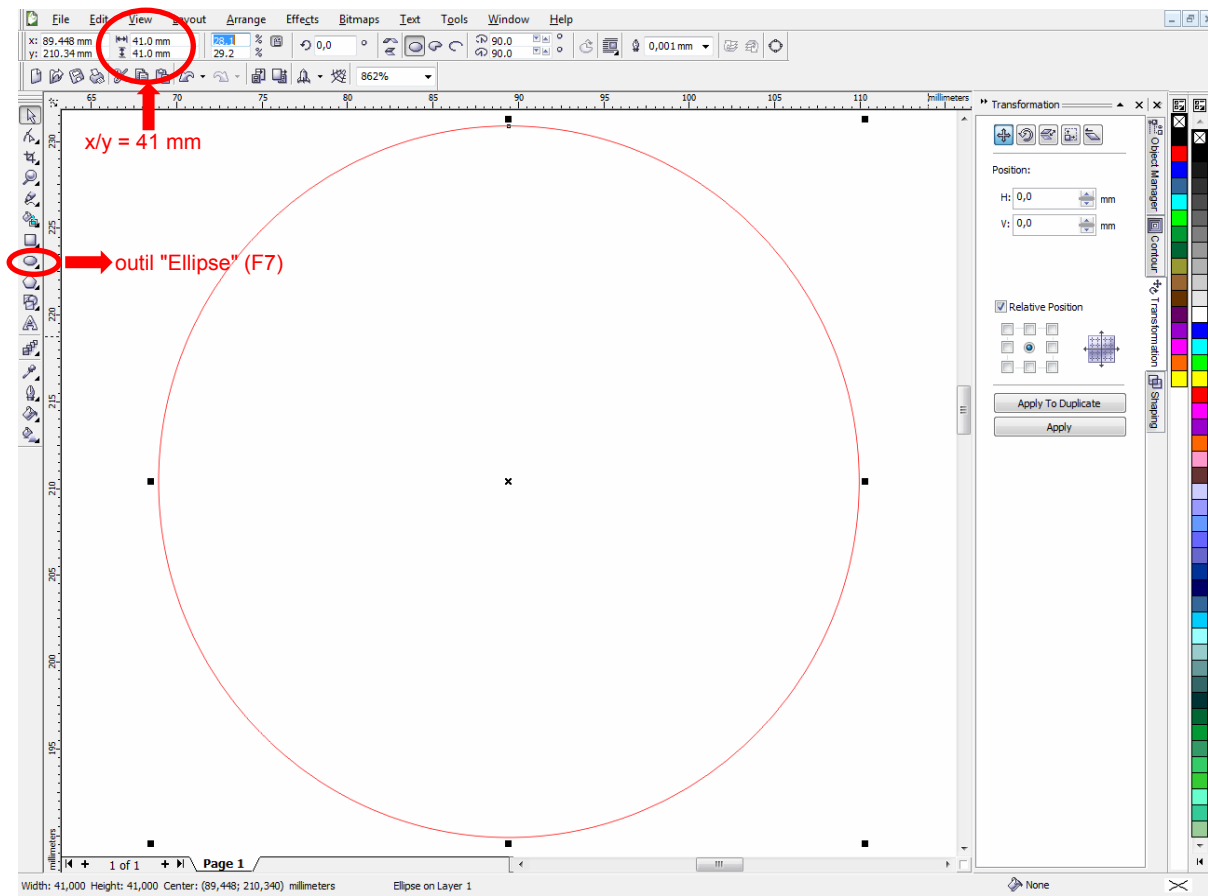

Figure 2: Créez la ligne de découpe pour le contour extérieur
- Sélectionnez l'outil "Ellipse" et appuyez simultanément sur la touche "CTRL" → dessinez le cercle → sélectionnez le cercle et entrez les dimensions désirées directement dans la boîte de dialogue (Veuillez indiquer la dimension maximale de votre pince à sec!) (voir figure 2)